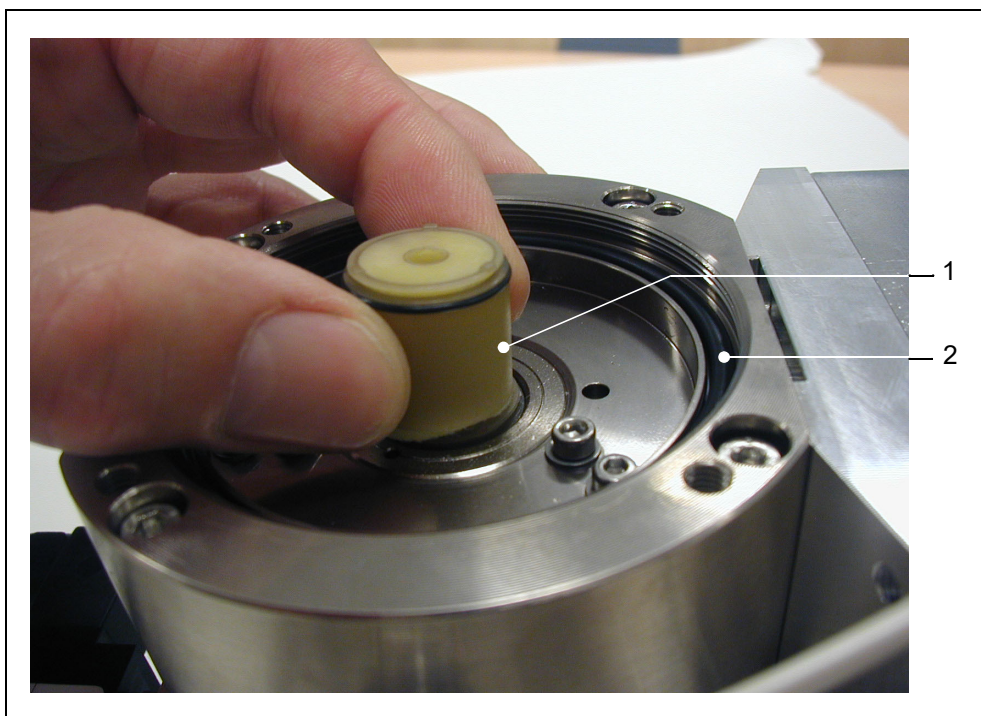

Fig. 7-4 Remplacement du réservoir de lubrifiant
- 7 Installez le nouveau réservoir de lubrifiant. Voir à ce propos la Fig. 7-4.
- 8 Remplacez le joint torique (Fig. 7-4/2). Veillez au bon positionnement du nouveau joint torique. Un joint torique mal installé peut entraîner d'importantes fuites et un dysfonctionnement de l'appareil.